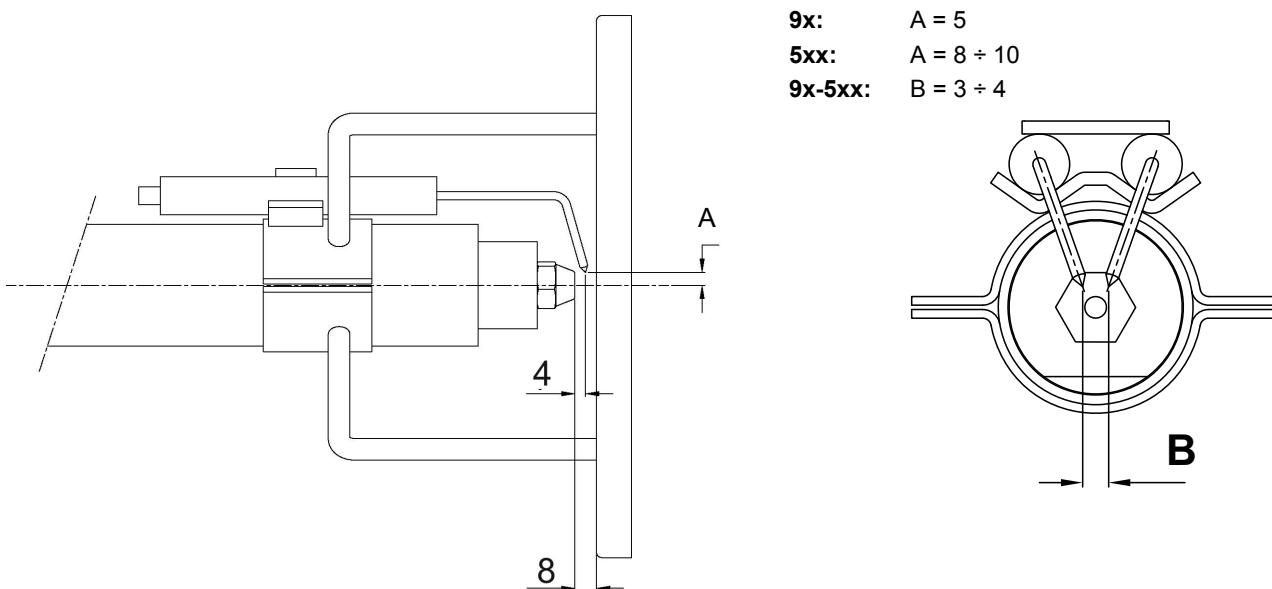

Рис. 10
- Проверить запальные электроды и соответствующие керамические изоляторы, почистить, при необходимости подрегулировать или же заменить их Рис. 10-Рис. 25;
В целях обеспечения хорошего процесса горения, необходимо, чтобы были выдержаны размеры (мм), указанные в Рис. 10. Перед тем, как вновь устанавливать головку сгорания на место, необходимо убедиться в том, что стопорный винт группы электродов хорошо затянут.
- 5) вынуть электрод и заменить его, выдерживая размеры, указанные на Рис. 10.